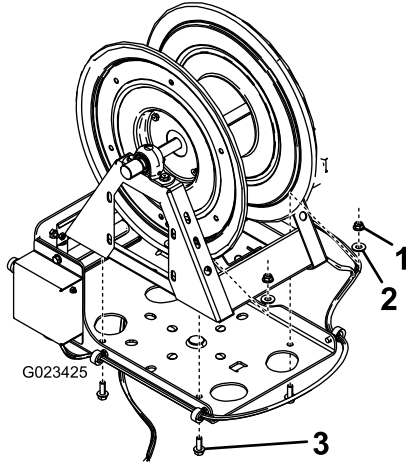

Figura 7
7. Sujete el carrete de la manguera al soporte giratorio con 4 pernos cortos (3/8 pulgada), 4 arandelas pequeñas y 4 tuercas con arandela prensada (3/8 pulgada), según se muestra en Figura 7.